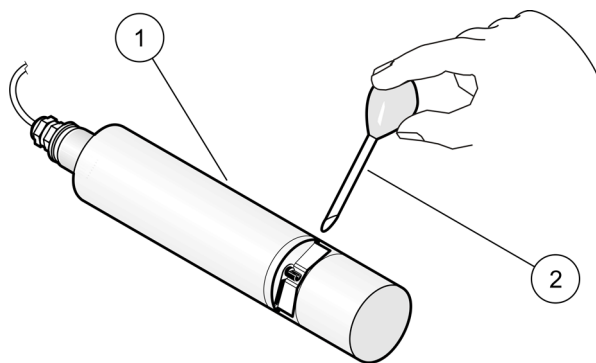

図 9 校正の確認 (タンク・バージョン)
9. タンク・バージョン: タンクからセンサーを取り出し、水で測定パスを洗浄します。次に、ピペットを使用して標準液で満たします (26 ページの章では、図 9 を参照してください)。フロースルー・バージョン: サンプルの注入を中断し、注射器を使用して標準液を注入します。